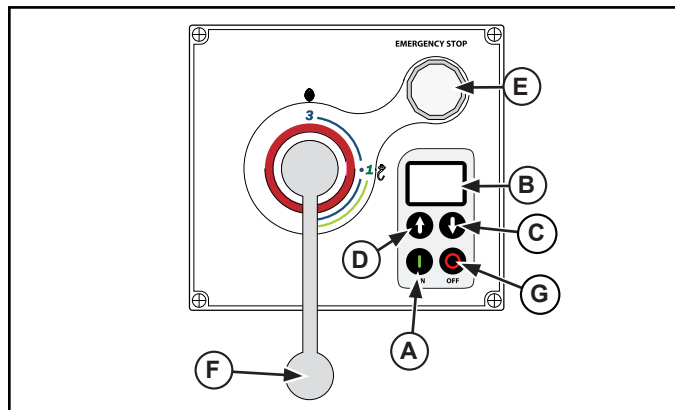

Abbildung 7. 44-L-Mixer – Bedienfeld.
2. Die den Zutaten entsprechende Betriebsgeschwindigkeit einstellen. Die Drehzahl mit dem Geschwindigkeitswahlhebel (F) einstellen. Siehe Abbildung 7 oder 8.